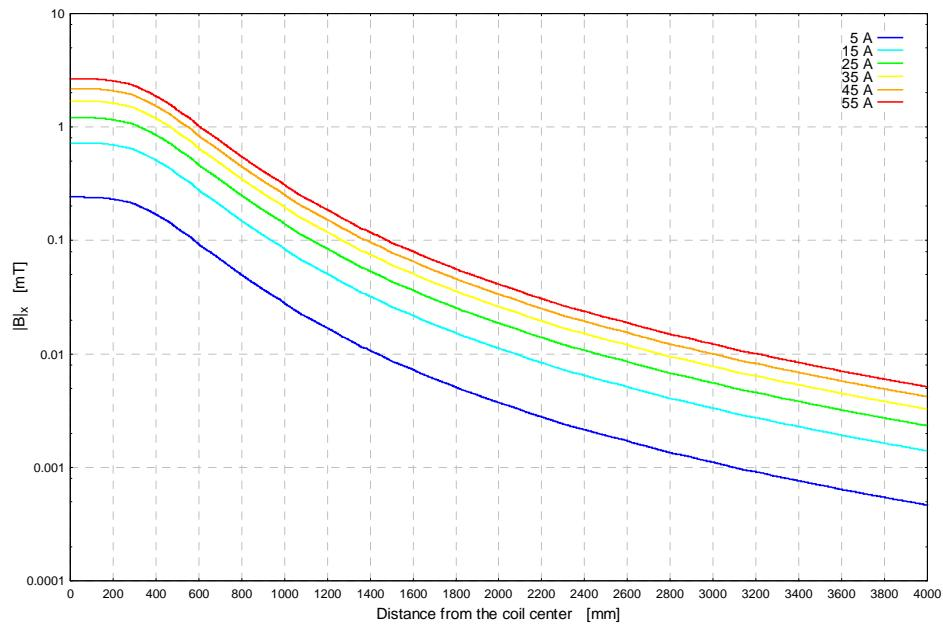
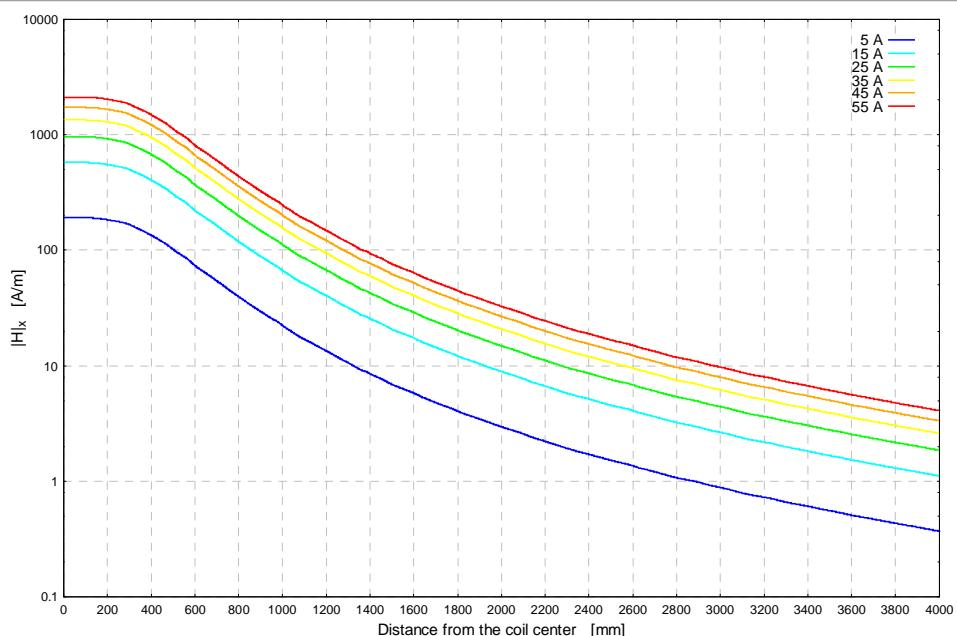

Abb.3: Der Betrag der magnetischen Flussdichte entlang der x-Achse als Funktion der Entfernung von der Spulenmitte für verschiedene Stromstärken.
Abb. 5: Der Betrag der magnetischen Feldstärke entlang der x-Achse als Funktion des Abstandes von der Spulenmitte für verschiedene Ströme.
Dieses Dokument beschreibt die Sicherheitsvorkehrungen, die bei der Benutzung der HHS 5206-16 zu beachten sind. Sie erzeugt Magnetfelder was speziell von Personen mit Implantaten, z.B. Herzschrittmachern beachtet werden sollte. Anhand der Finite-Elemente-Methode wurde die Feldverteilung um die Spule simuliert. Die Spule wurde modelliert (siehe Abb. 1) und die Feldverteilung graphisch dargestellt (Abb. 2), sodann wurde der magnetische Fluss (Abb. 3 und 4) sowie die magnetische Feldstärke (Abb. 5 und 6) in Abhängigkeit der Entfernung zur Spule dargestellt. Die Darstellung wurde mit verschiedenen Strömen parametrisiert. Die Feldstärke wurde in Betriebsrichtung x und in radialer Richtung r untersucht.
*The purpose of this document is to provide the safety instructions that are required to operate the circular Helmholtz coils HHS 5206-16. Special care should be taken by people with magnetic-field-sensitive implants (e.g. pacemakers). This document reports the simulation results that have been performed using FEMM (Finite Element Method Magnetic). A model of the Helmholtz coils has been developed (Fig. 1) and the results are presented in terms of the magnetic field intensity as a function of the distance (Fig. 2). The magnitude of the flux intensity (Fig. 3 & 4) and the magnitude of field strength (Fig. 5 & 6) are presented as a function of the increasing distance from the center of the Helmholtz coils and for different currents. The intentional operating direction of the coil has been assigned with x and the radial direction with r.*
*Fig. 3: The magnitude of the magnetic flux density measured along the x-axis as a function of the distance from the Helmholtz coils center and the current through the coils.*
Fig. 5: The magnitude of the magnetic field strength measured along the x-axis as a function of the distance from the Helmholtz coils center and the current through the coils.